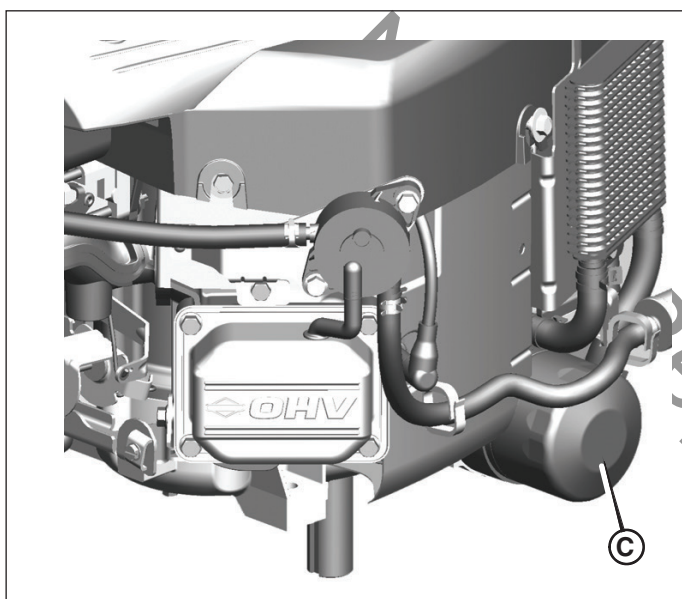

Figure 21
2. Enlever le filtre à huile (**C**, Figure 21) et le jeter de façon appropriée.